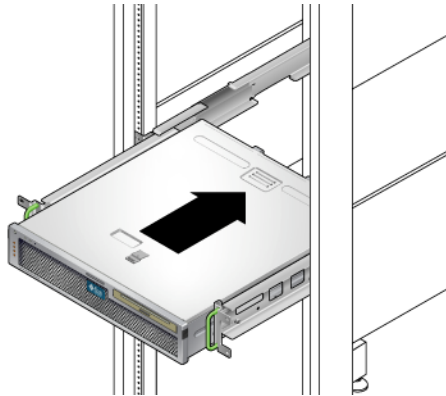

图 3-20 将服务器滑入可调滑轨中
11. 将服务器抬到机架上，并将其滑入可调滑轨中（图 3-20）。